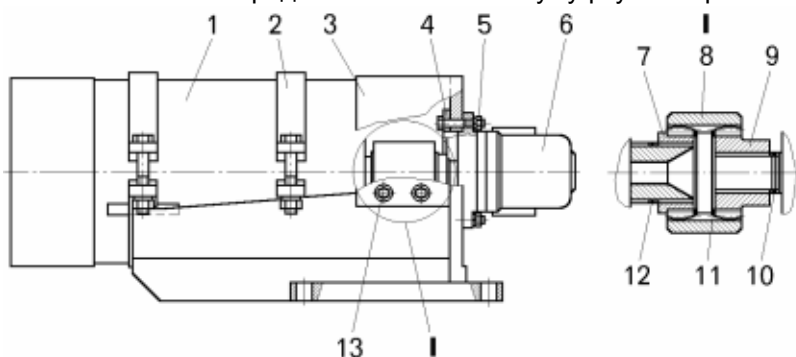

Рисунок 9.17 — Насос дублирующего привода рулевого управления:
- пометить взаимное расположение насоса 6 и фланца 4 (рисунок 9.17);